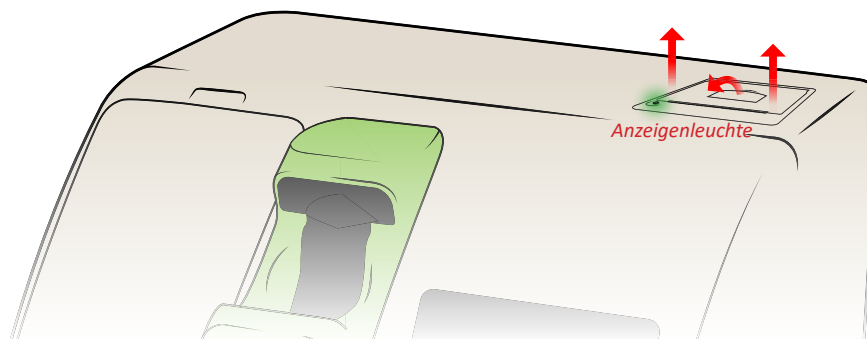

Abbildung 28
1. Ziehen Sie den Hebel in Abbildung 28, bis die Abdeckung freigegeben wird.